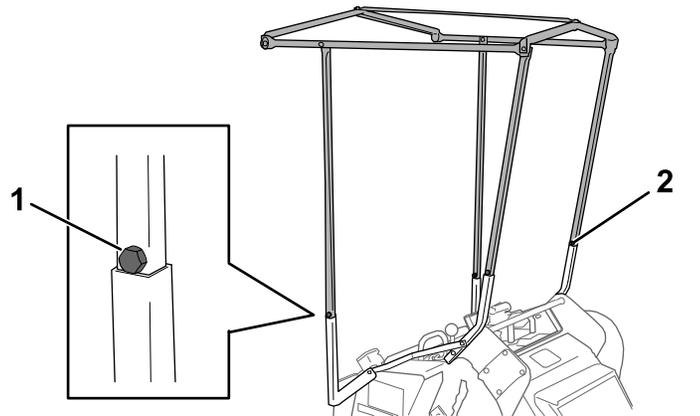

Figura 9
5. Instale 4 pernos (1/4" x 1") y 4 contratuercas (1/4") en los montantes con las cabezas de los pernos hacia fuera (**Figura 9**).
6. Con la ayuda de otra persona, instale los montantes en los tubos receptores, usando los pernos de los montantes como topes (**Figura 9**).